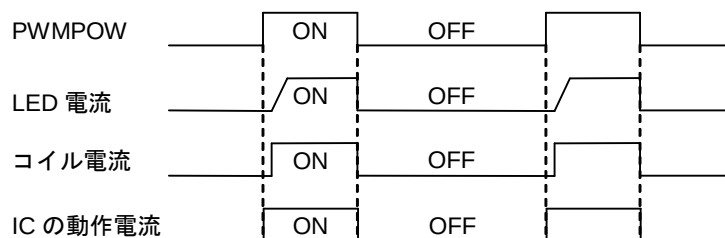

Figure 43.
2) パワーコントロール PWM 調整は Figure 43. で示される通り PWMPow に PWM 信号を与えることにより行われます。
Figure 43. のように H 区間では PWMDRV の論理で選ばれた電流設定が選ばれ、L 区間は電流をオフします。平均電流は PWMPow 信号の Duty サイクルに比例して増加することになります。この方法はオフ時に IC をパワーオフできるため、消費電流を抑えることができ、高効率であり、50 μ s (200Hz 時に最低 1%) までの輝度調整を可能とします。